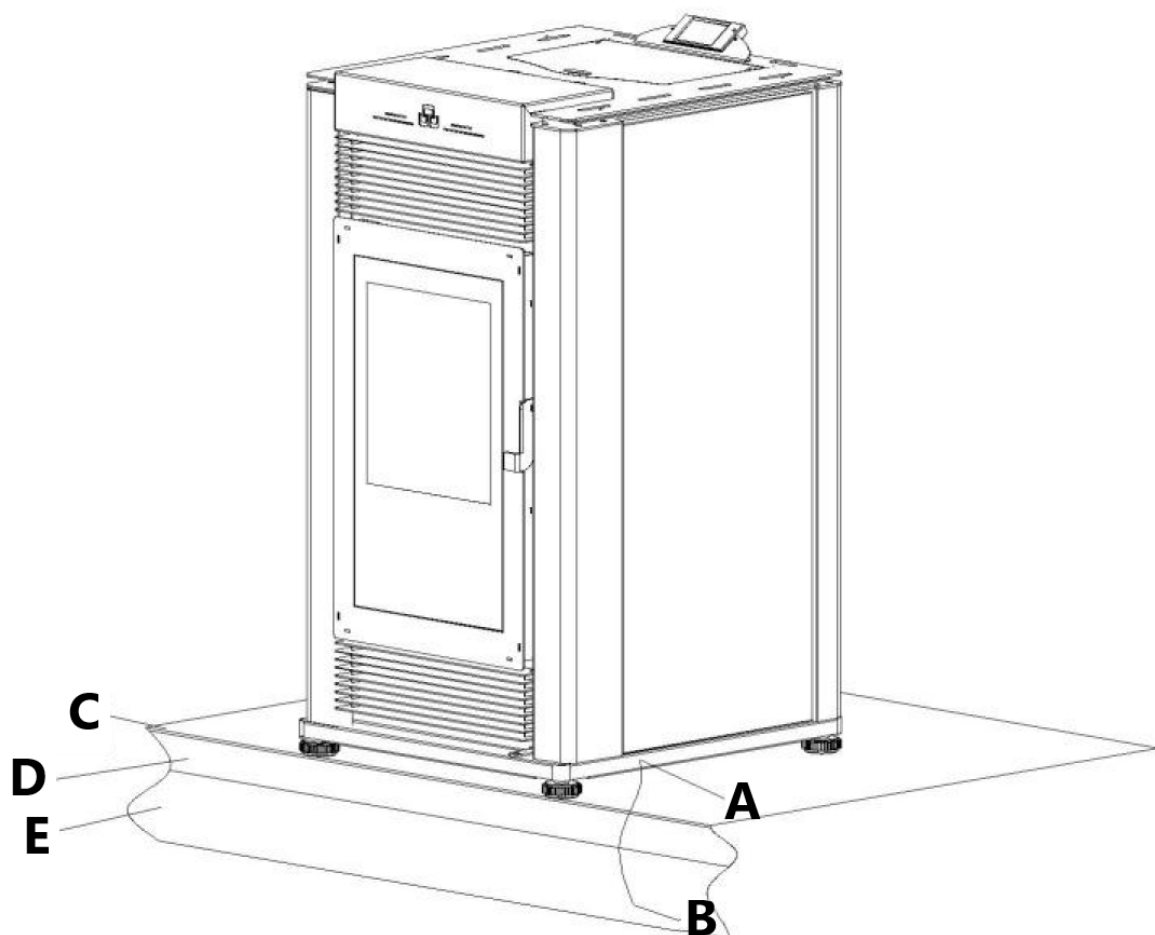

Abb. 21
- Verschrauben Sie den Ofen fest mit dem Boden. Verwenden Sie 4 Schrauben [A] durch die 4 Löcher auf der linken und rechten Seite der Grundplatte, wie in Abbildung 21 gezeigt.